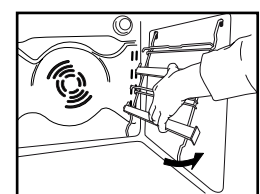

Fig. 4
4. Plaats de laterale steunroosters terug in de oven (Fig. 4).